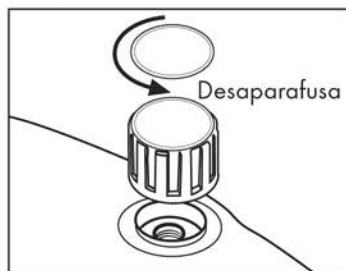

Fig. 16
Descarregar a pressão na caldeira desligando o interruptor da caldeira (11) e fazendo descarregar todo o vapor através do botão vapor (18) colocado na empunhadura, depois desligar a chave geral (10). Após ter deixado arrefecer devidamente a caldeira, desconectar a ficha da tomada de corrente, abrir lentamente a tampa de segurança (Fig. 16). Desenganchar o corpo da máquina (1) do reservatório de recolha (2)